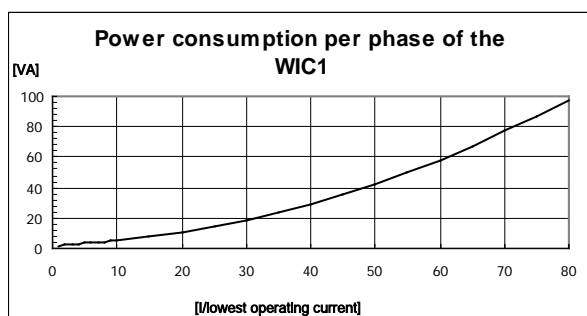

Figure 5.1: Puissance nécessaire d'une entrée de courant, pour toute la plage de mesure du WIC1.
- Suffisamment de puissance de sortie pour les seuils à tester. (voir fig. 5.1 et 5.2).